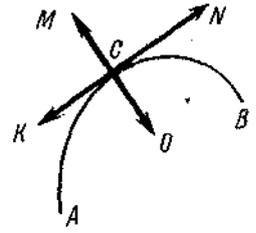

Рисунок 2
3. Точка движется из А в В по траектории ACB (см. рис. 2) равномерно-замедленно. Укажите направление касательной и нормальной составляющих ускорения в точке С.